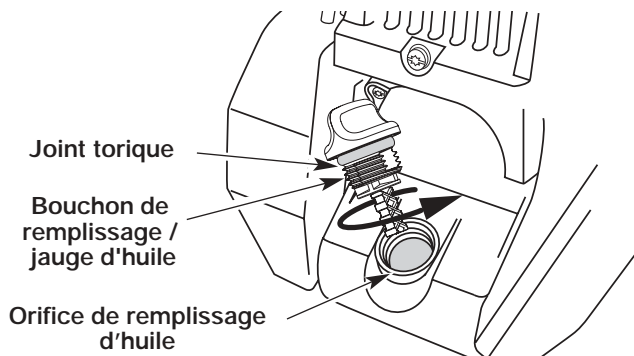

Fig. 53
6. Si le niveau est trop bas, ajoutez un peu d'huile par l'orifice et revérifiez (Fig. 53). Continuez jusqu'à ce que le niveau d'huile atteigne le haut de la jauge.
REMARQUE : Assurez-vous que le joint torique est mis sur le bouchon de remplissage / jauge d'huile au moment de la vérification et du changement d'huile (Fig. 53).
3. Versez l'huile de l'orifice de remplissage dans un récipient en inclinant l'appareil à la verticale (Fig. 53). Allouez assez de temps pour une vidange complète.